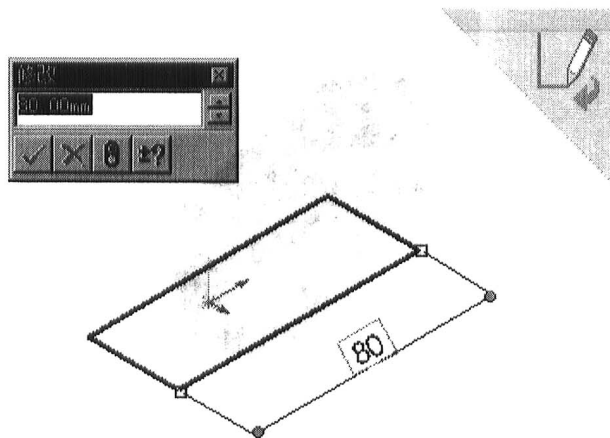

图 1-3 绘制草图 1
- 4** 进入草图绘制状态，绘制草图 1，如图 1-3 所示。